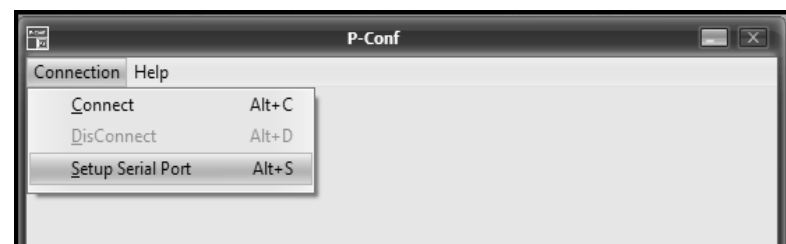
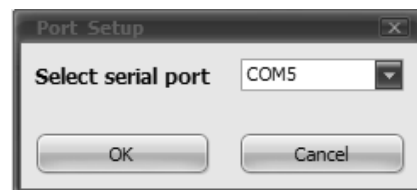

Рисунок 1 – Начальное окно программы «P-Conf»
Рисунок 2 – Диалоговое окно выбора порта
1) включить ПК и запустить программу «P-Conf», – откроется начальное окно с двумя вкладками (рисунок 1);
2) выбрать команду «**Connection** ▶ **Setup Serial Port**» (рисунок 1) и, в открывшемся диалоговом окне, выбрать порт, к которому подключен Программатор (адаптер) PCON 200. Подтвердить выбор нажатием кнопки «OK» (рисунок 2);